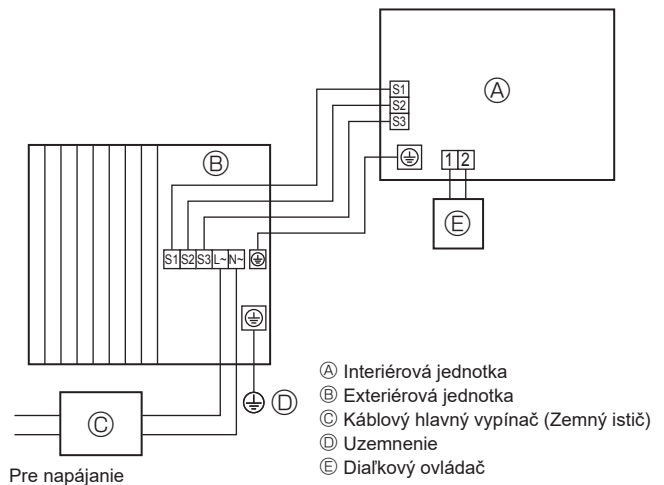
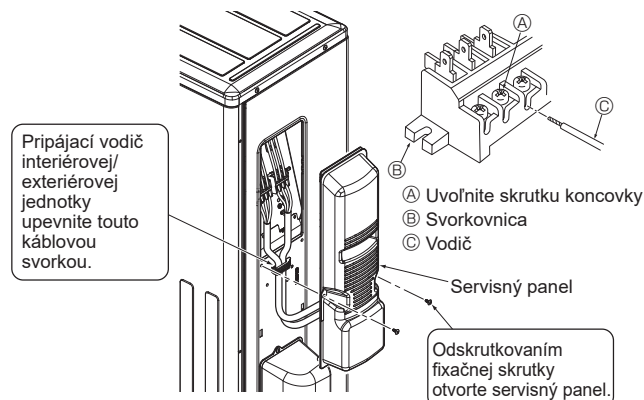

Fig. 6-1
Fig. 6-3
### 6.1. Exteriérová jednotka (Fig. 6-1, Fig. 6-2, Fig. 6-3)
① Zložte servisný panel.
② Zapojte káble podľa Fig. 6-1, Fig. 6-2 a Fig. 6-3.